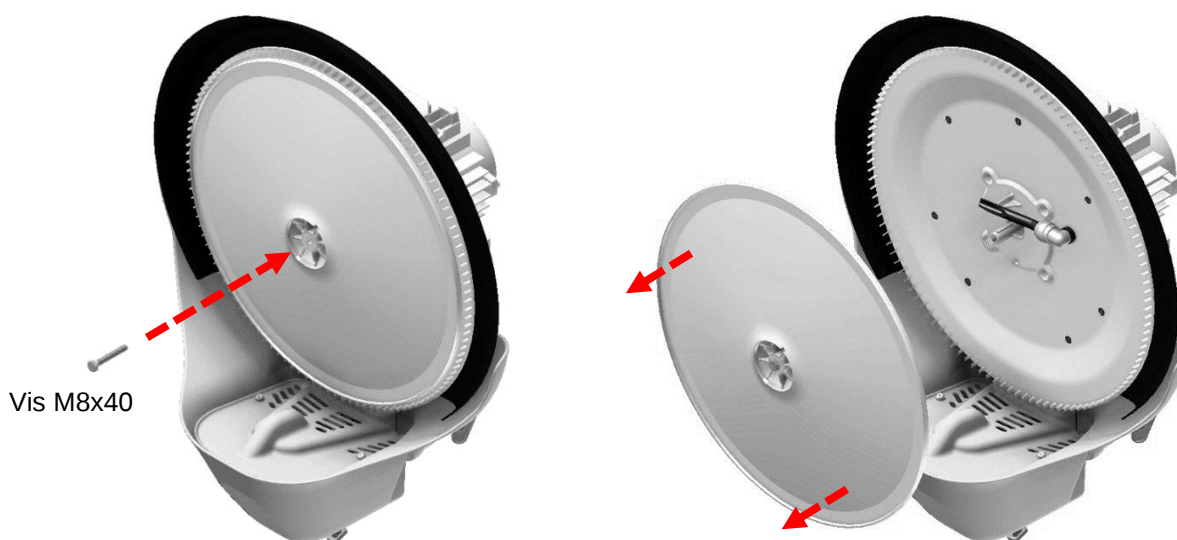

Fig. 4.4.3 Fig. 4.4.4
- Insérez la vis M8x40 fournie avec l'appareil dans le trou central du disque rotatif (Fig. 4.4.3).